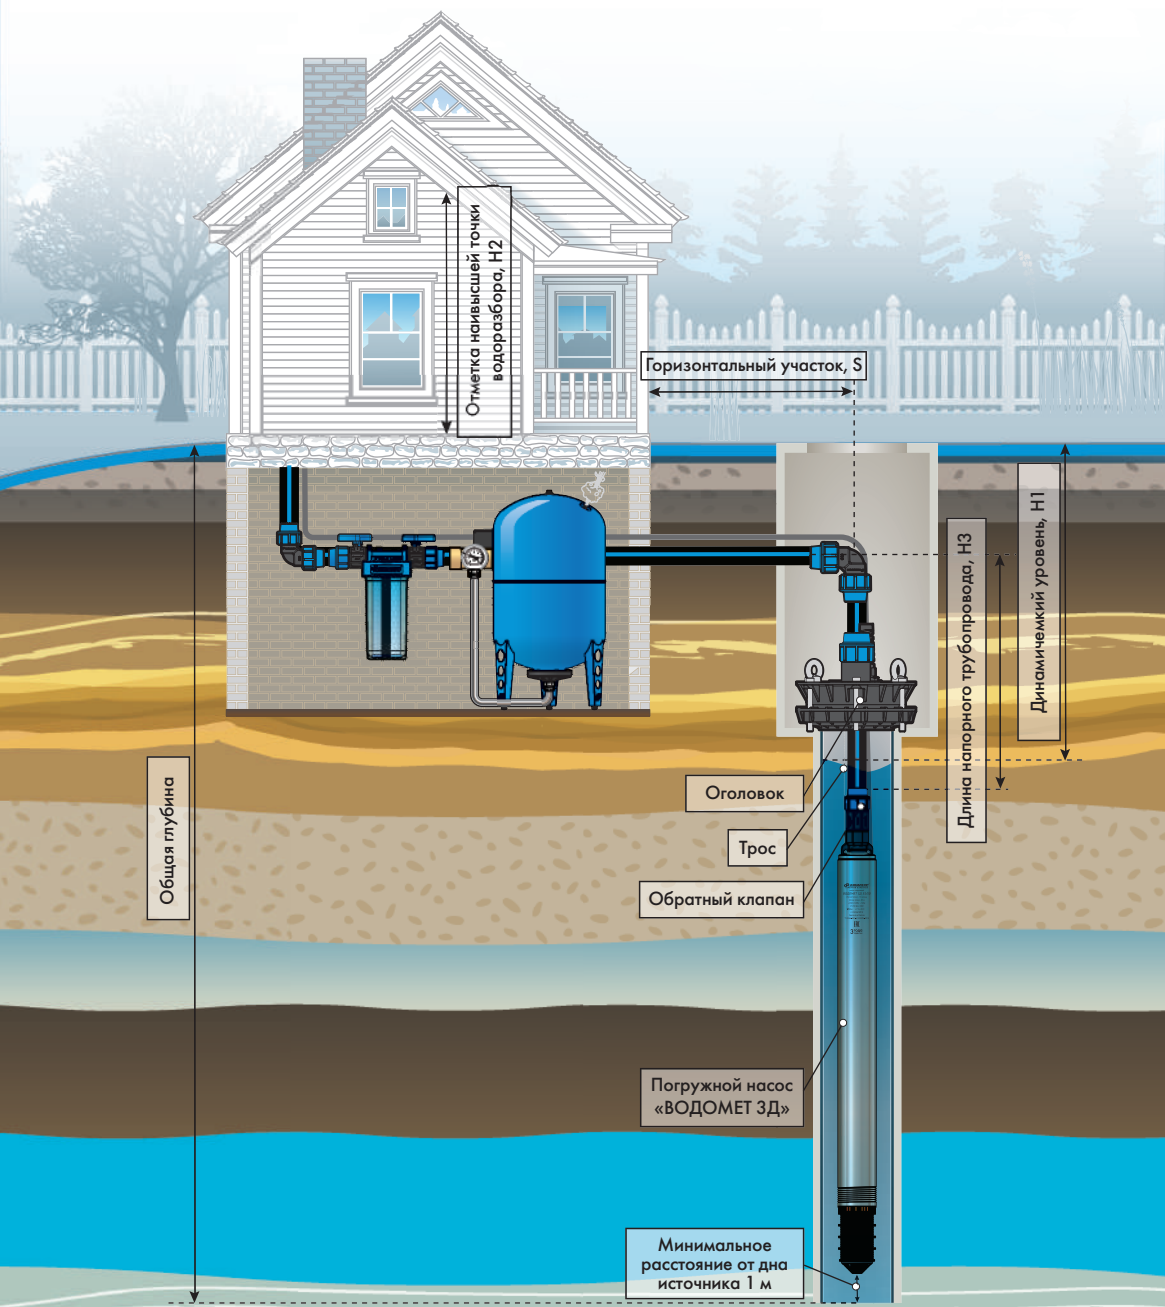

Рисунок 4
**S** - расстояние от скважины до дома (рисунок 4);